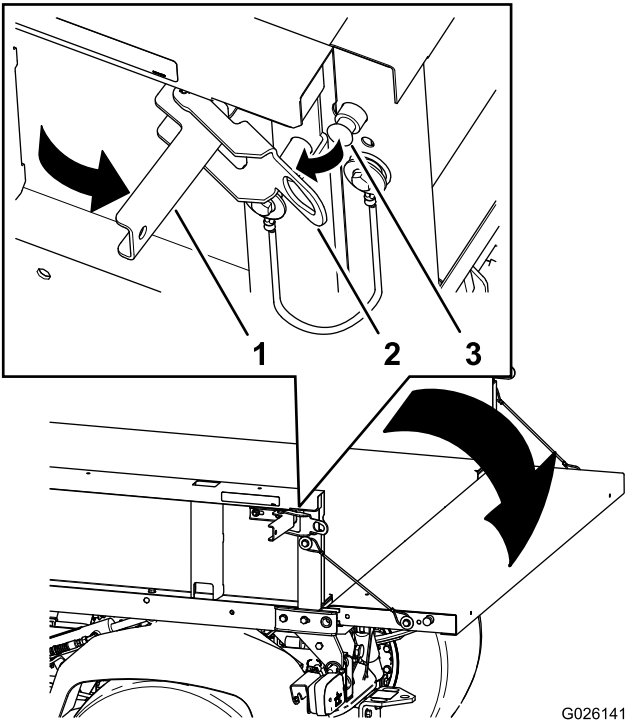

Figura 13
- 2. Abra los enganches de los lados izquierdo y derecho de la plataforma de carga, y baje el portón trasero (Figura 13).